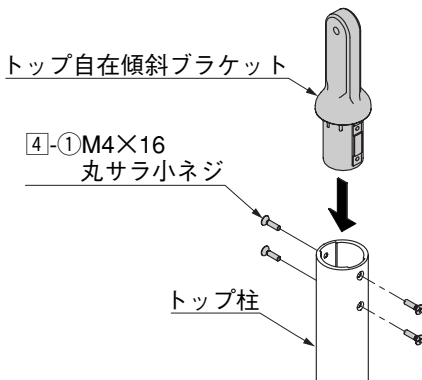

図1-3
- ① トップ柱にトップ自在傾斜ブラケットを挿入して、4-①で取付けてください。(図1-3参照)